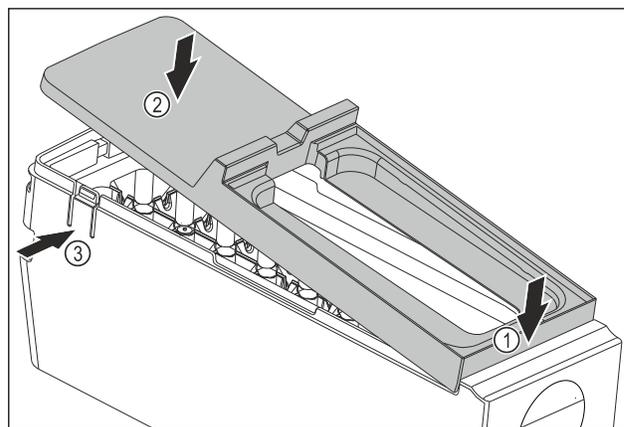

Fig. 137
- ▶ Monter le couvercle du corps de l'EasyTwist-Ice : Placer le couvercle à l'avant. *Fig. 137 (1)*
- ▶ Abaisser le couvercle à l'arrière. *Fig. 137 (2)*
- ▷ L'enclenchement du couvercle dans les deux languettes *Fig. 137 (3)* se fait entendre.